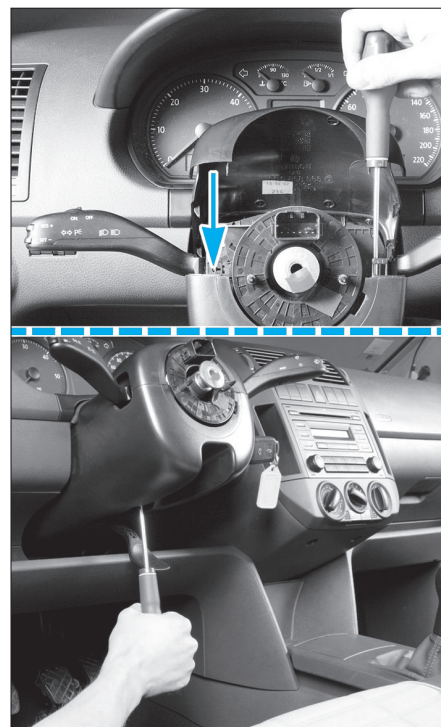

Fig. 29
- Dévisser les deux fixations supérieures (Torx de 20) et la fixation inférieure (Torx de 25) (Fig.29).